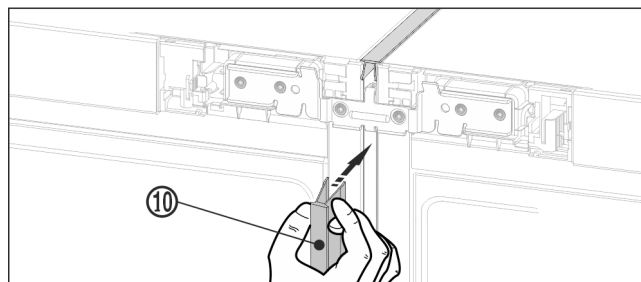

Fig. 21 *
- Na prednej strane zatlačte do vertikálnej medzery dlhú kryciu líštu Fig. 21 (10). Dbajte na to, aby líšta spočívala na spojovacom plechu.*